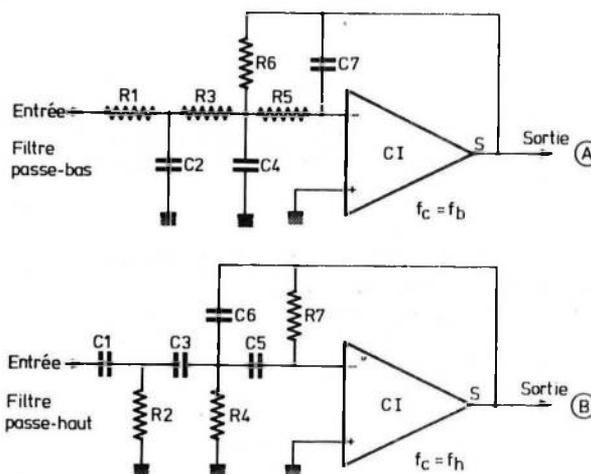

Figure 6
On les donne à la **figure 6**. En (A) filtre actif passe-bas et en (B) filtre actif passe-haut. La fréquence de coupure est f_c . On remarquera aisément que l'on passe d'un filtre à l'autre, en remplaçant les résistances par des condensateurs et les condensateurs par des résistances, les indices restant les mêmes que ceux des admittances Y. On a choisi des CI du type LF 356 NATIONAL, mais il est certain que d'autres CI pourraient convenir.
Les deux filtres (A et B) de la **figure 6** peuvent être utilisés dans tous les montages des figures précédentes et dans d'autres, basés sur les mêmes principes.
Des simplifications ont été apportées aux montages de la figure 6 afin de rendre les formules de calcul moins compliquées.